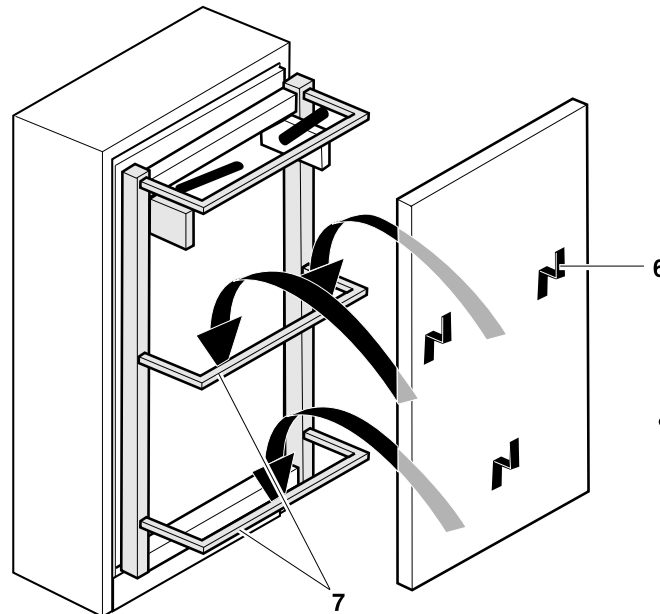

Fig. 13
- Coloque el panel frontal colgándolo por los ángulos **6** en los travesaños **7** del armazón de la cama, véase **Fig. 13**.